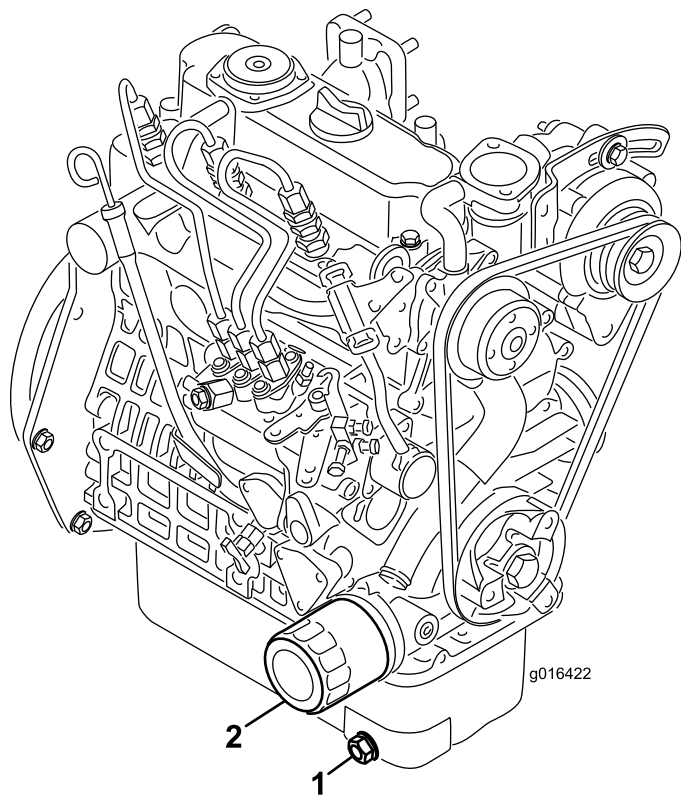

Рисунок 36
1. Снимите маслосливную пробку (Рисунок 36) и дайте маслу стечь в сливной поддон. Когда масло перестанет течь, установите маслосливную пробку на место.